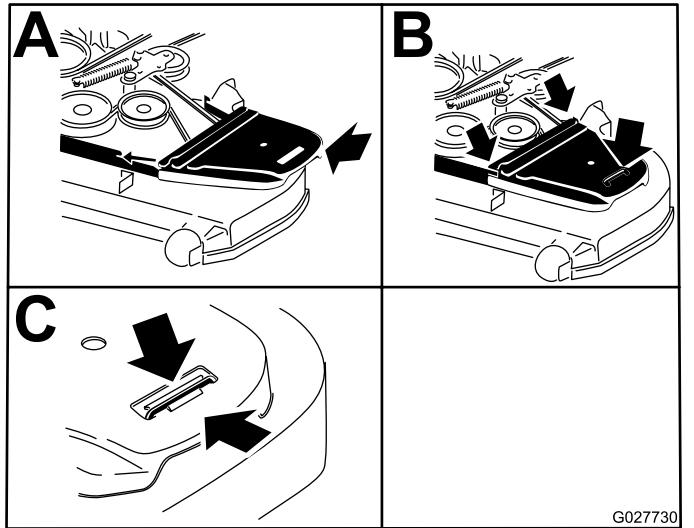

Figura 63
- Coloque as coberturas da correia e os parafusos presos a elas (Figura 63).